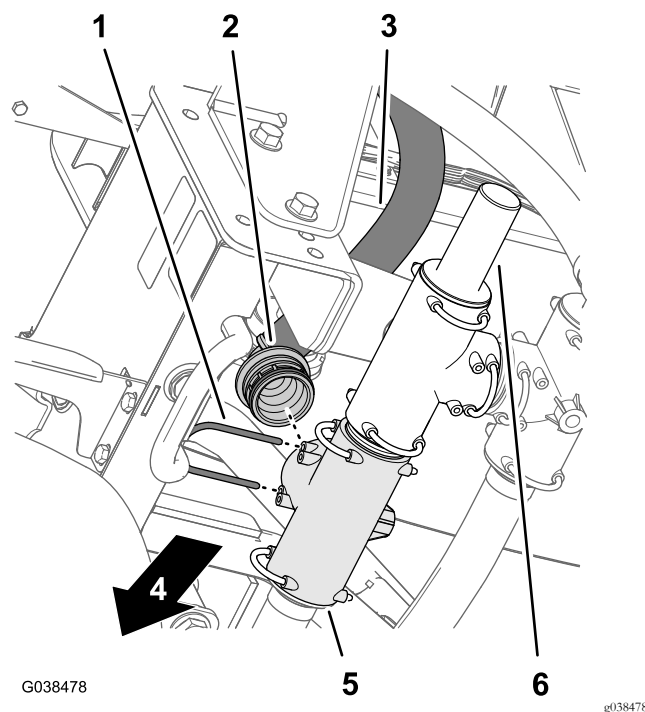

Рисунок 75
4. Установите прямоугольный штуцер типа «елочка» шланга подачи опрыскивателя в передний левый тройник (Рисунок 75).